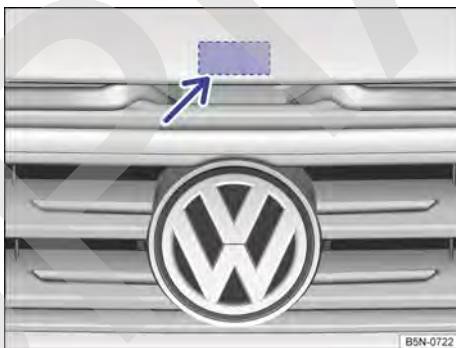

Fig. 233 Encima de la parrilla del radiador: palanca de apertura del capó del motor.
- Levante el capó por la palanca de apertura → fig. 233 (flecha) y ábralo del todo. El capó se mantiene abierto mediante el muelle de gas presurizado.